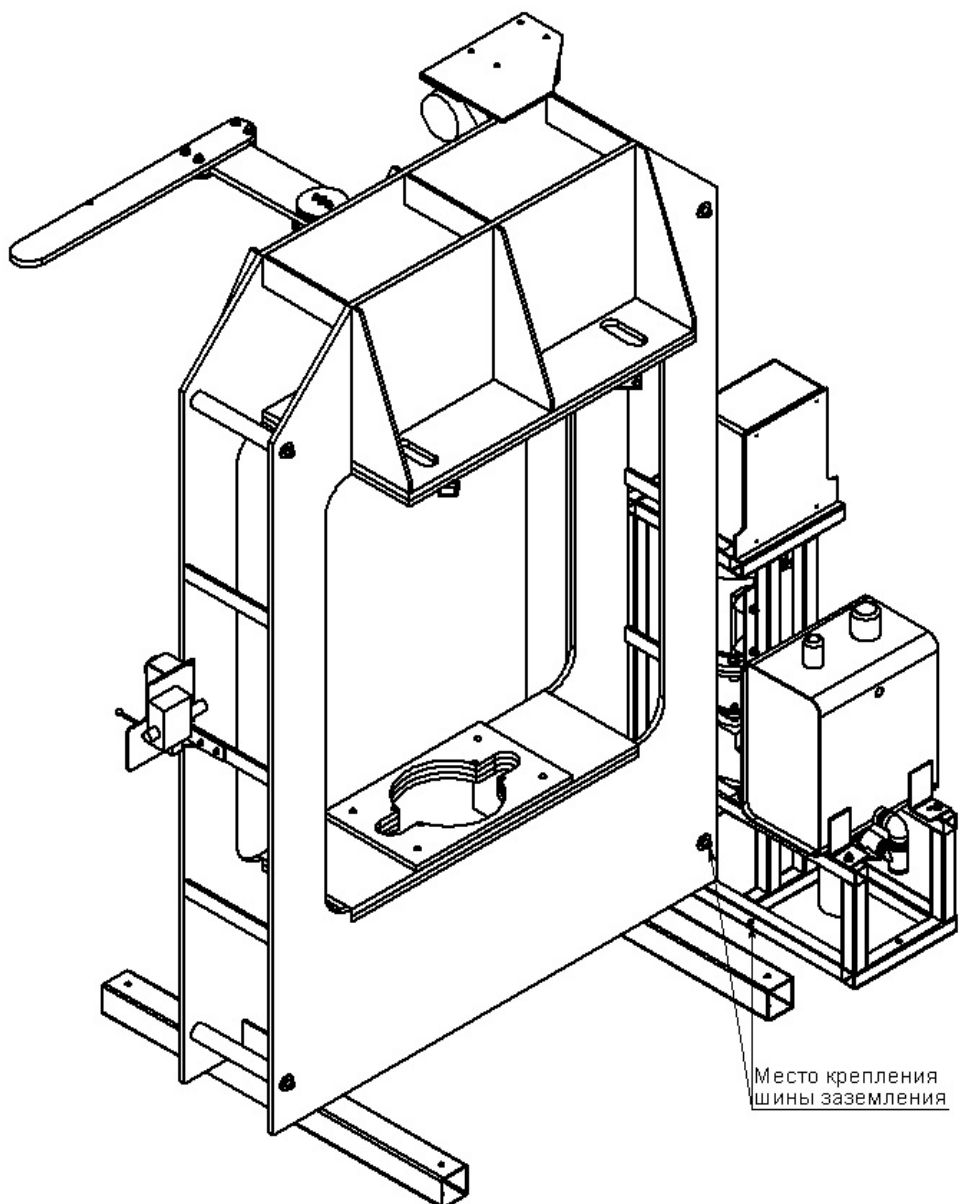

Рис. 14. Место подключения заземления.
3.1.23. Запрещается работа без установленных страховочных винтов поз. 55 (см. рис. 14) предотвращающих падение опорных башмаков.
3.2.6. Закрепить заземляющую шину на корпусах рамы пресса и гидростанции согласно рис. 14. Сопротивление контура заземления не должно превышать 30 Ом.